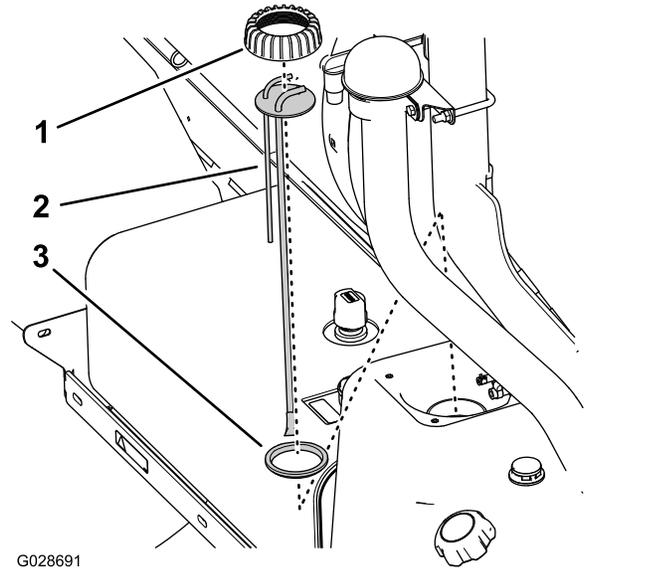

Figura 78
5. Retire el tapón del conjunto de tuberías de combustible/aforador en sentido antihorario, y retire el tapón (Figura 78).
6. Retire el conjunto de tuberías de combustible/aforador del depósito de combustible (Figura 78).
1. Coloque el tapón sobre el conjunto de tuberías de combustible y monte el conjunto de tuberías sobre la junta (Figura 78).
2. Alinee el tapón, el conjunto de tuberías y la junta con el depósito, e inserte el nuevo conjunto de tuberías de combustible con cuidado en el depósito de combustible (Figura 78).
3. Enrosque el tapón en el cuello del depósito de combustible y apriételo a mano (Figura 78).